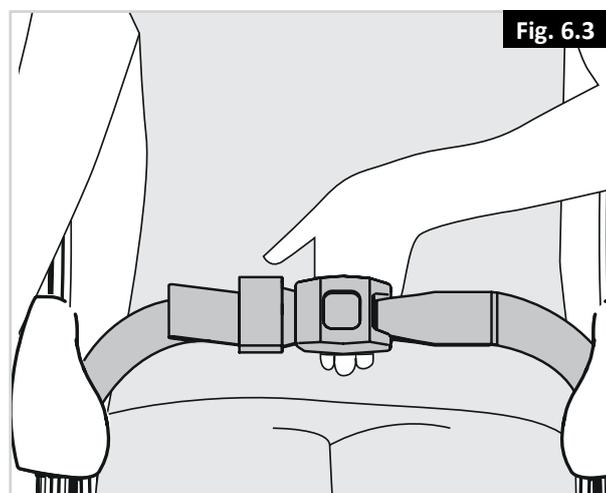

Fig. 6.3
- Per comodità e sicurezza regolare la cintura in modo che vi sia lo spazio sufficiente per inserire una mano (Fig. 6.3).